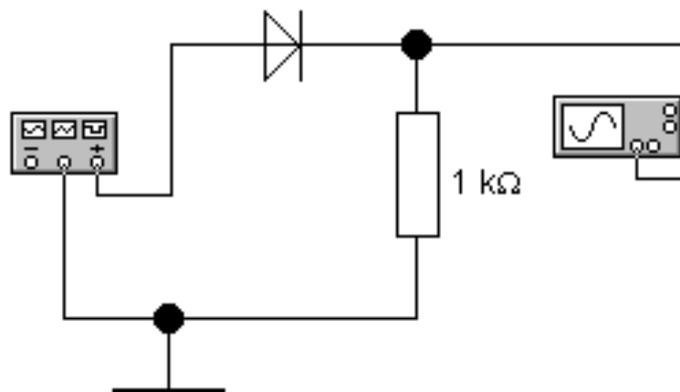

Рис. 4. Схема
3.1. Собрать схему однополупериодного выпрямителя (рис. 4).